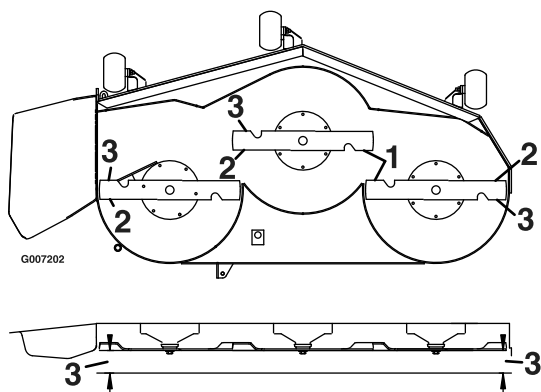

Figure 56
5. Mesurez la distance entre les tranchants extérieurs et le sol plat (Figure 56).